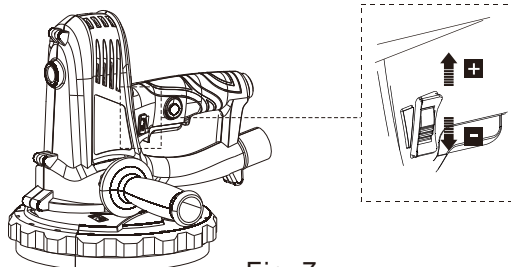

Fig. 7
Limite la velocidad máxima utilizando el selector de velocidad (2) (Fig. 7).
- > Gire el selector de velocidad (2) hacia arriba para incrementar la velocidad máxima. Un ajuste a una velocidad elevada es adecuado para el lijado con hojas de grano fino para conseguir un acabado fino.
- > Gire el selector de velocidad (2) hacia abajo para reducir la velocidad máxima. Un ajuste a una velocidad baja es adecuado para el lijado con hojas de grano grueso para limpiar yeso y manchas de agua en la superficie de trabajo.